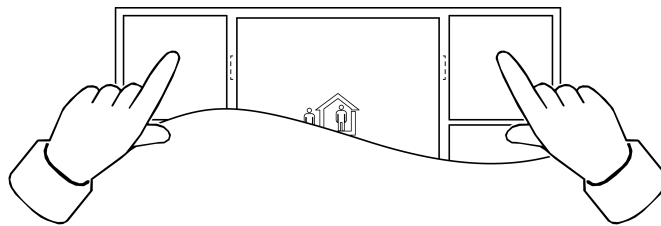

Bild 1: Menü öffnen oder verlassen
- Ins Menü wechseln: Gleichzeitig die beiden obersten Tasten drücken (siehe Bild 1).